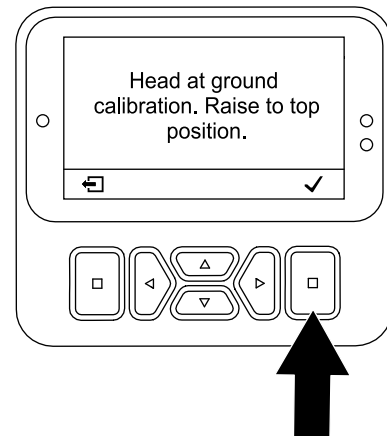

Bild 108
- Wenn die Tines beginnen, in den Boden einzudringen – drücken Sie die Auswahlstaste (Bild 108) und führen Sie die Anwendung BODENHÖHE EINLERNEN aus, siehe [Ausführen der Anwendung Teach Ground Height \[Bodenhöhe einlernen\]](#) (Seite 41).